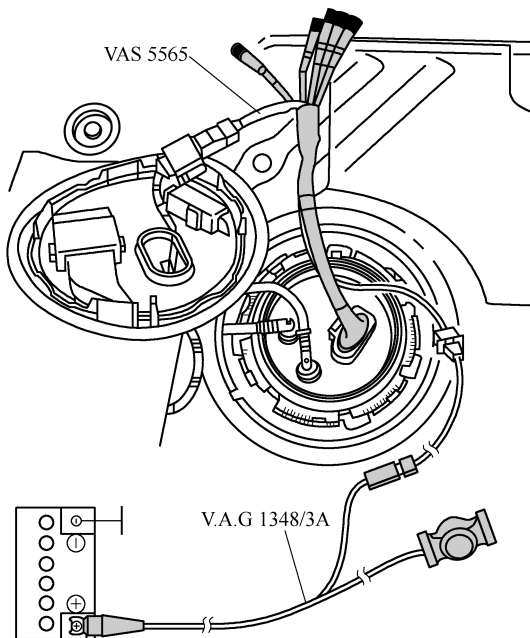

图 2-5-1 安装测试仪
- ③ 确保燃油泵控制单元正常。
- ④ 确认燃油滤清器正常。
- ⑤ 确认关闭点火开关。
- ① 拆下后排座椅。
- ② 拆下燃油泵插头。
- ③ 将测试仪适配器 DSO(5 端子) VAS 5565 连接到燃油泵上。
④ 将喷油量测试仪 V. A. G1348 的遥控器 V. A. G1348/3A 连接到测试仪适配器 DSO(5 端子) VAS5565 和蓄电池正极(+), 如图 2-5-1 所示。